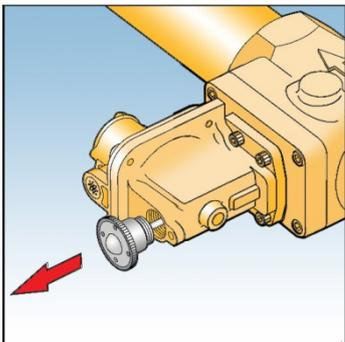

Fig. 9
27. Rearme o bloqueio por alta pressão soltando o pino de rearme e puxando-o firmemente. Segure na posição até que a tubulação a jusante esteja totalmente pressurizada, e então solte o pino gentilmente. Rosqueie no corpo da válvula. Veja Fig. 9.
4. Remova a mola e substitua pela nova. Veja Fig. 9.